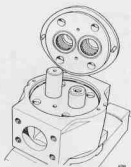

Fig 179. Montering av lock.
28. Montera locket och se till att det vänds rätt, dvs stättningsbussningen över drivaxeln. Kontrollera att märklinjen på de tre sektionerna är i linje, se fig 179.